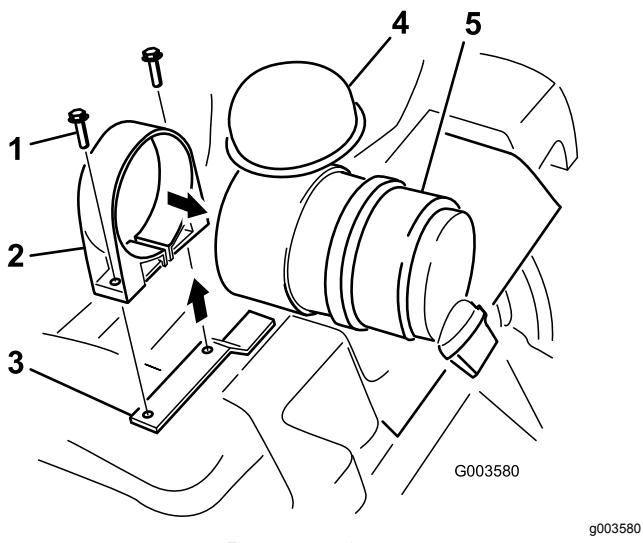

Рисунок 3
6. Разведите хомут воздухоочистителя, раскройте его и протяните хомут через тот конец корпуса, с которого был снят фильтр (Рисунок 3).